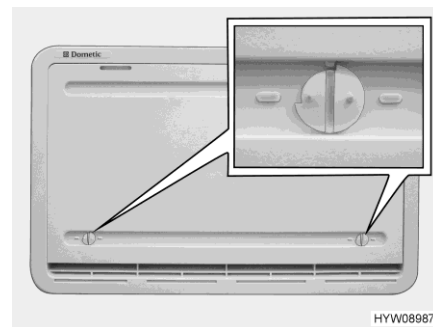

Bild 142 Winterabdeckung (Kühlschrank-Lüftungsgitter)
Die Winterabdeckungen (Bild 142) schützen das Kühlaggregat vor kalter Luft. Winterabdeckungen vor beide Kühlschrank-Lüftungsgitter setzen, wenn die Außentemperatur unter +10 °C sinkt (sowohl bei Gas- als auch bei Elektrobetrieb).
- Beide Verriegelungen (Bild 142) öffnen (Nut steht waagrecht).